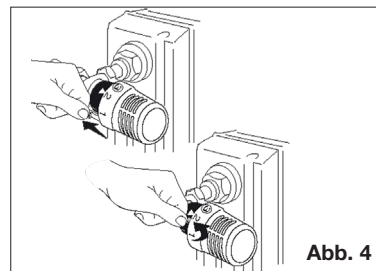

Abb. 4
**Abb. 4** - Den ersten Anschlagstift links herausziehen und ihn direkt neben dem Einstellpfeil einsetzen. So wird die untere Begrenzung des Einstellbereichs festgelegt (Pos. 2).